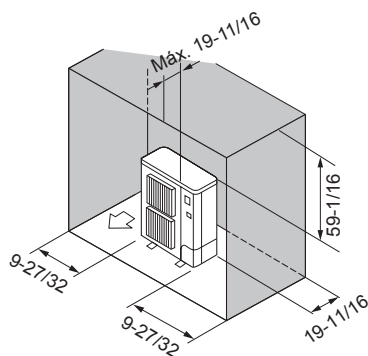

Fig. 2-11
- ⑥ Obstáculos en la parte trasera, los laterales y superior (Fig. 2-11)